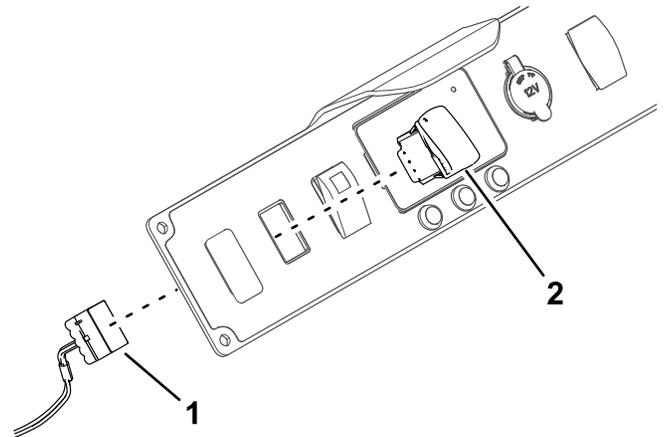

Figure 12
- 10. Retirez le second obturateur sur la plaque de la console et insérez l'interrupteur à la place (Figure 12). Branchez le faisceau de câblage au contacteur.